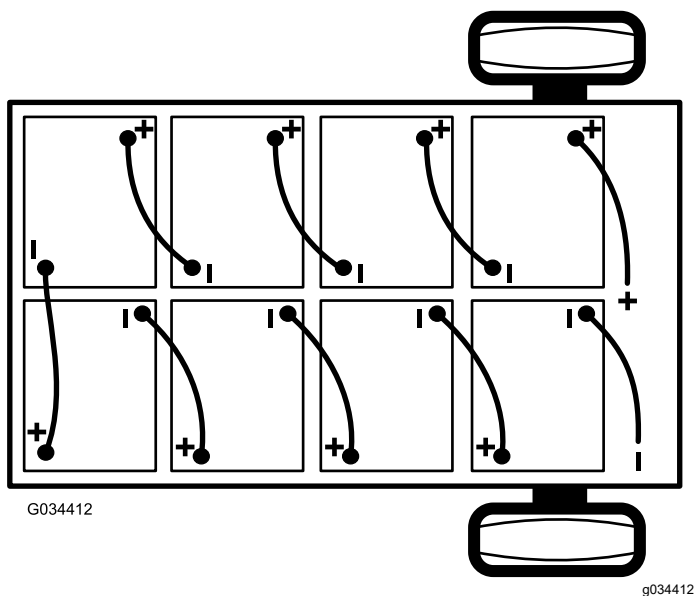

图 39
2. 断开将电池盒连接至机器接地点的主负极电池接线黑色 **图 39**。
3. 断开将电池盒连接至机器主接触器的主正极电池接线红色图 39。
注意 安装新电池时要注意电池的极性图 39。
6. 使用步骤 1 中卸下的电池互连线如图 39 所示将电池连接到一起。
2. 连接电池盒与机器之间的正极电池接线红色图 39。
3. 连接电池盒与机器之间的负极电池接线黑色图 39。